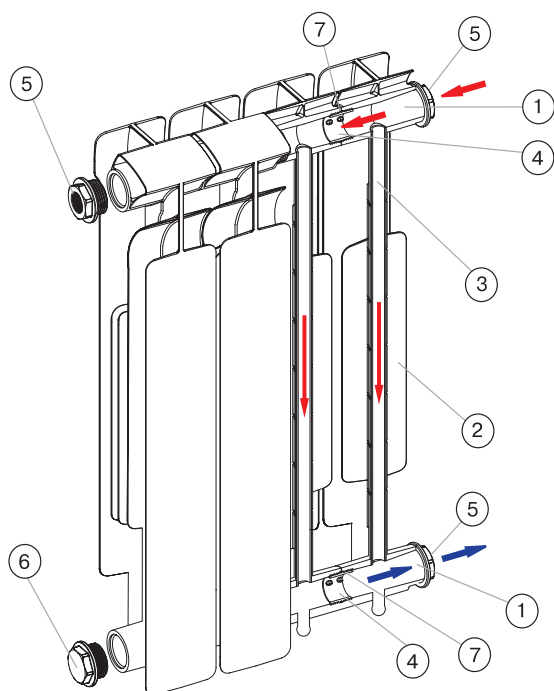

Рис. 14.
Радиаторы STOUT STYLE 350/500 собираются из отдельных секций (рис. 14), которые изготавливаются из качественного алюминиевого сплава методом литья под давлением. Внутренняя часть секции – горизонтальные коллекторы (1) и вертикальный канал (3), находящиеся в непосредственном контакте с водой, полностью выполнены из стали. Такая конструкция в сочетании с особой формой оребрения (2) обеспечивают высокие теплотехнические показатели радиатора, низкое гидравлическое сопротивление и значительную прочность, что обуславливает долгий срок эксплуатации приборов.